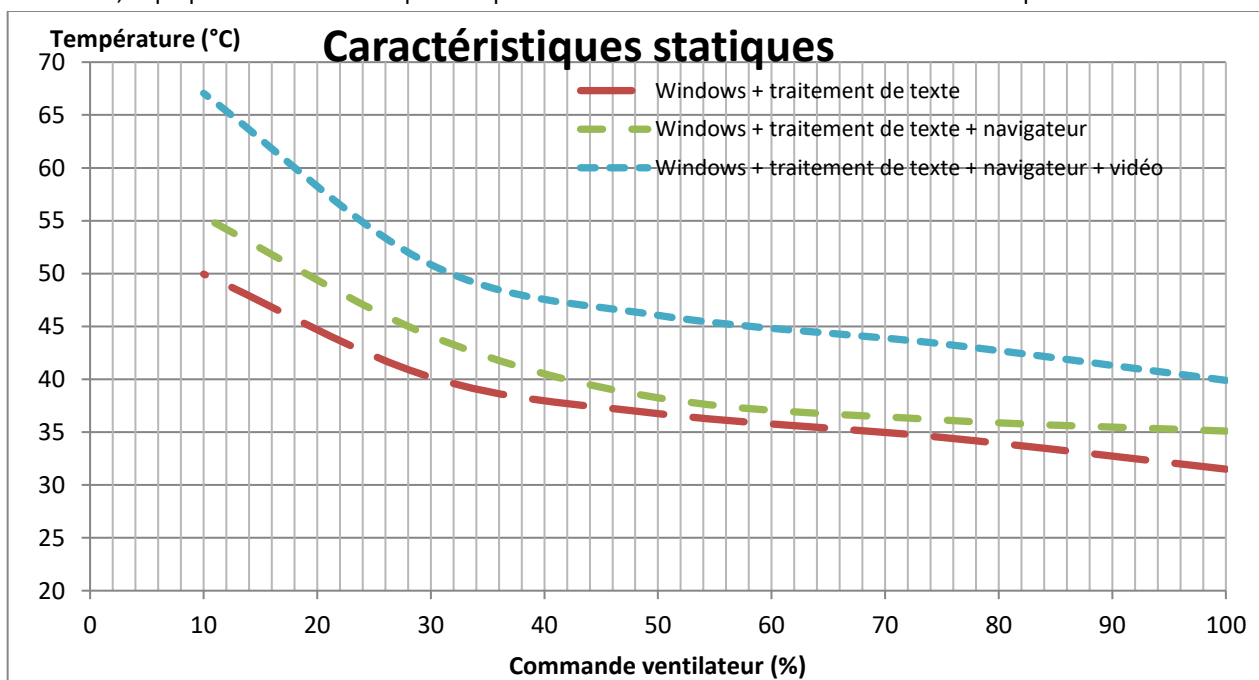

Figure 5
28. On conserve une consigne de 45°C et un coefficient $K = 10^{\circ}\text{C}^{-1}$. A partir du réseau de caractéristiques statiques donné Figure 5, déterminer la température du microprocesseur et l'écart statique pour les 3 modes de fonctionnement.
31. En vous appuyant sur les observations expérimentales et sur le réseau de caractéristiques statiques donné Figure 5, expliquer comment se déplace le point de fonctionnement entre deux caractéristiques.